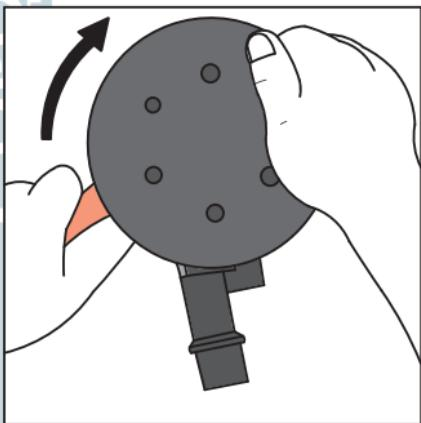

Рисунок 3 – Затяжка шлифовального диска
- Затяните держатель подшипника вручную в направлении по часовой стрелке, если смотреть на шлифовальный диск (поз. 43 рис. 1) сверху, удерживая диск и поворачивая ключ в его плоскости, как показано на рис. 3.